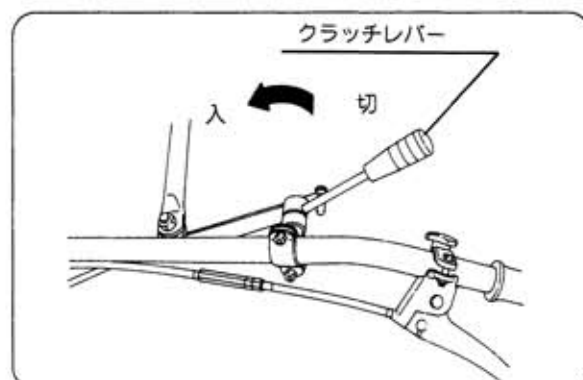

図34
3) ロータリクラッチレバー操作(図34)
- ❶ 本機（ティラー）の移動、走行の際は「切」位置にします。
- ❷ 作業の際は「入」位置にします。